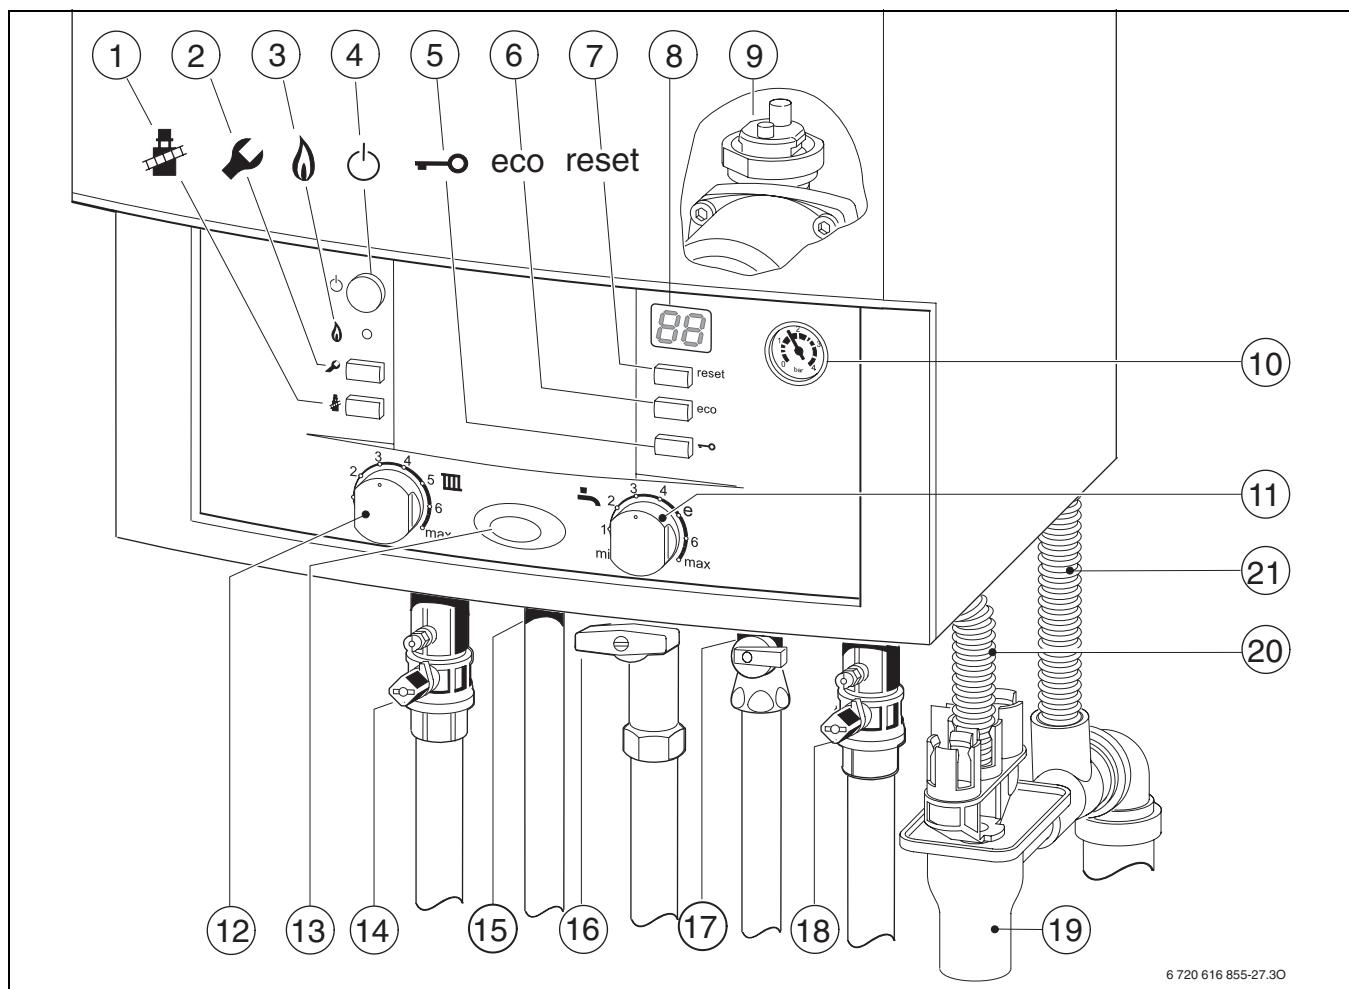

Рис. 35
- Открыть краны подающей и обратной линий (13 и 17, рис. 35), заполнить систему отопления до давления 1 -2 бара, закрыть кран для заполнения.
- ▶ Открыть газовый кран (15).